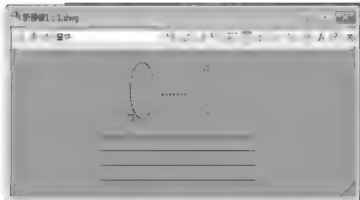
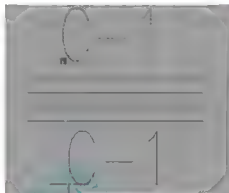

图 3.90 选中“C-1”
图 3.91 向下挪动“C-1”
② 选择“窗”图块，单击【确定】按钮，进入【块编辑器】。
③ 如图 3.90 所示选中“C-1”，出现蓝色夹点。将光标放在蓝色夹点上单击，该夹点变红，然后垂直向下拖动光标，将“C-1”放在如图 3.91 所示处。